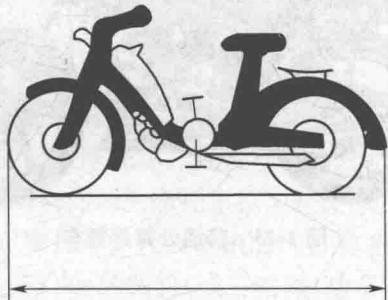

图 1-18 摩托车的长
(2)长: 垂直于纵向中心平面 Y 且分别与车辆前、后端相接触的两个铅垂面间的距离, 如图 1-18 所示, 单位为 mm。